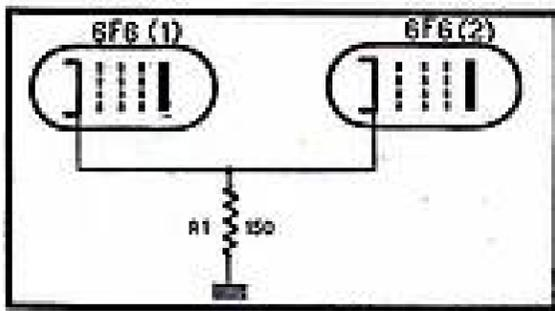

Fig. 2
que les deux lampes finales sont polarisées par une résistance cathodique commune de 150 ohms (fig. 2). La 6F6 (1) devenue faible (débit cathodique moindre) a provoqué une chute de tension moins élevée aux bornes de la résistance R_1 , ce qui a diminué la polarisation de la 6F6 (2) et augmenté son débit cathodique.